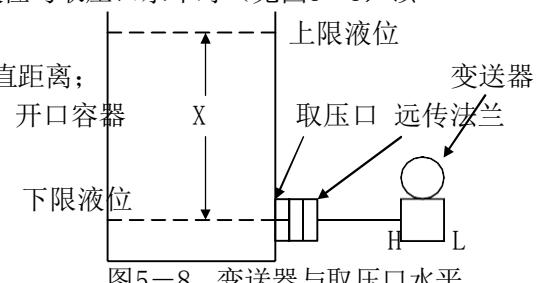

图5-8 变送器与取压口水平
- ① 变送器跟取压口保持同一水平安装，下限液位与取压口水平时（见图5-8）该变送器的测量范围值如下确定：